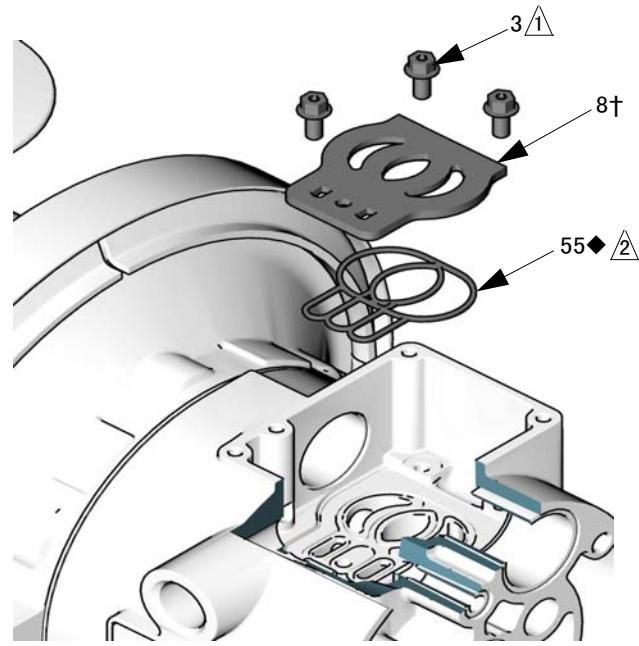

图 8
5. 检查阀板 (8) 情况。如果受损，应使用梅花头 (T20) 螺丝刀或 7 毫米 (9/32 英寸) 套筒扳手卸下 3 个螺钉 (3)。卸下阀板 (8)。见图 8。
2. 在铝芯外壳型号上，将阀板密封 (55◆) 装入阀孔底部的沟槽中。密封件插入沟槽时圆边必须朝下。见图 8。
3. 将阀板 (8†) 安装到机孔内，密封件朝下。使用梅花头 (T20) 螺丝刀或 7 毫米 (9/32 英寸) 套筒扳手装上 3 个螺钉 (3)。将螺钉拧紧至底部伸出机壳。见图 8。